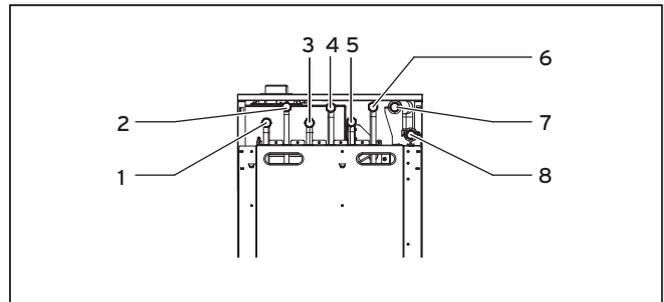

Abb. 5.1 Lage der Anschlüsse
- Schließen Sie den Heizungsvorlauf am Heizungsvorlauf-Anschluss (**5**) an, siehe Abbildung 5.1.
- Schließen Sie den Heizungsrücklauf am Heizungsrücklauf-Anschluss (**6**) an, siehe Abbildung 5.1.
- Schließen Sie den Warmwasseranschluss (WW) (**4**) an, siehe Abbildung 5.1.
- Schließen Sie den Kaltwasseranschluss (KW) (**3**) mit den entsprechenden Sicherheitseinrichtungen an, siehe Abbildung 5.1.
Gegebenenfalls kann am Zirkulationsanschluss (**1**) eine Zirkulationsleitung angeschlossen werden, siehe Abbildung 5.1. Vermeiden Sie nach Möglichkeit auf Grund des erhöhten Energieverbrauchs den Einbau einer Zirkulationsleitung.